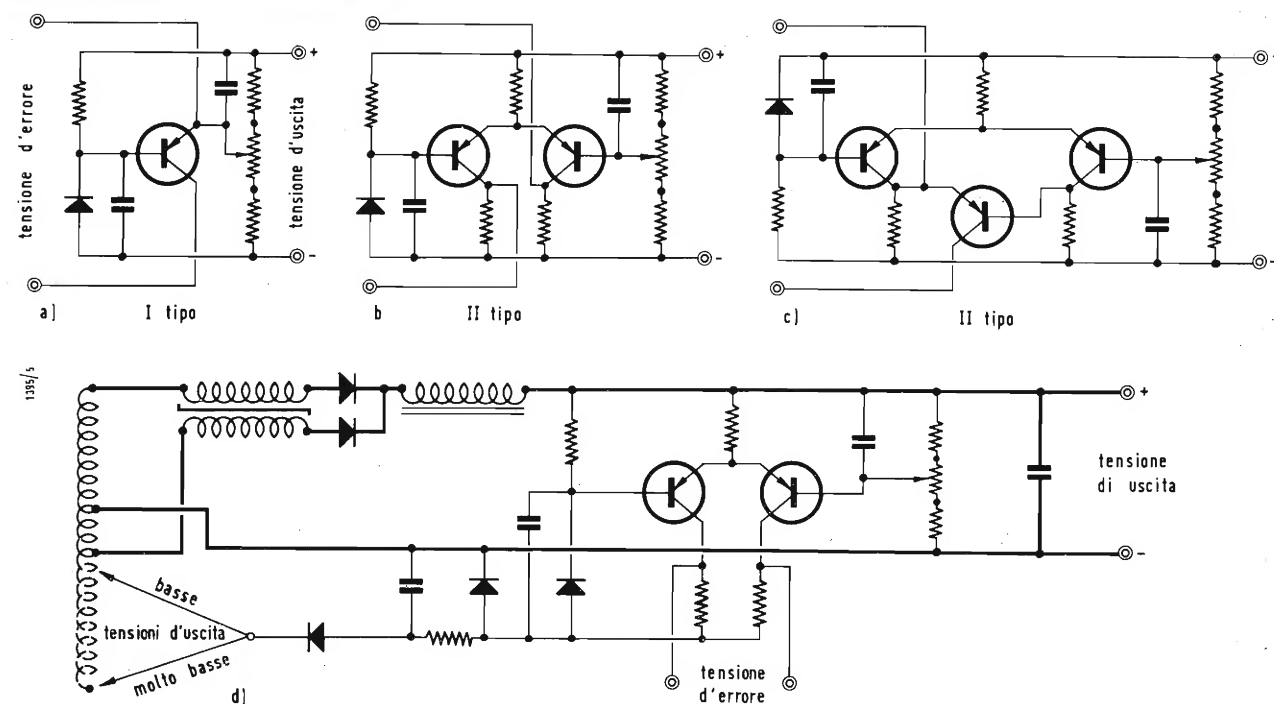

Fig. 4 - Circuiti rivelatori di errori. Per i vari tipi si rinvia il lettore al testo.
1. *Regolazione media senza compensazione di temperatura* (fig. 4 a).
2. *Regolazione media con compensazione di temperatura* (fig. 4 b).
3. *Regolazione fine con compensazione di temperatura* (fig. 4 c).